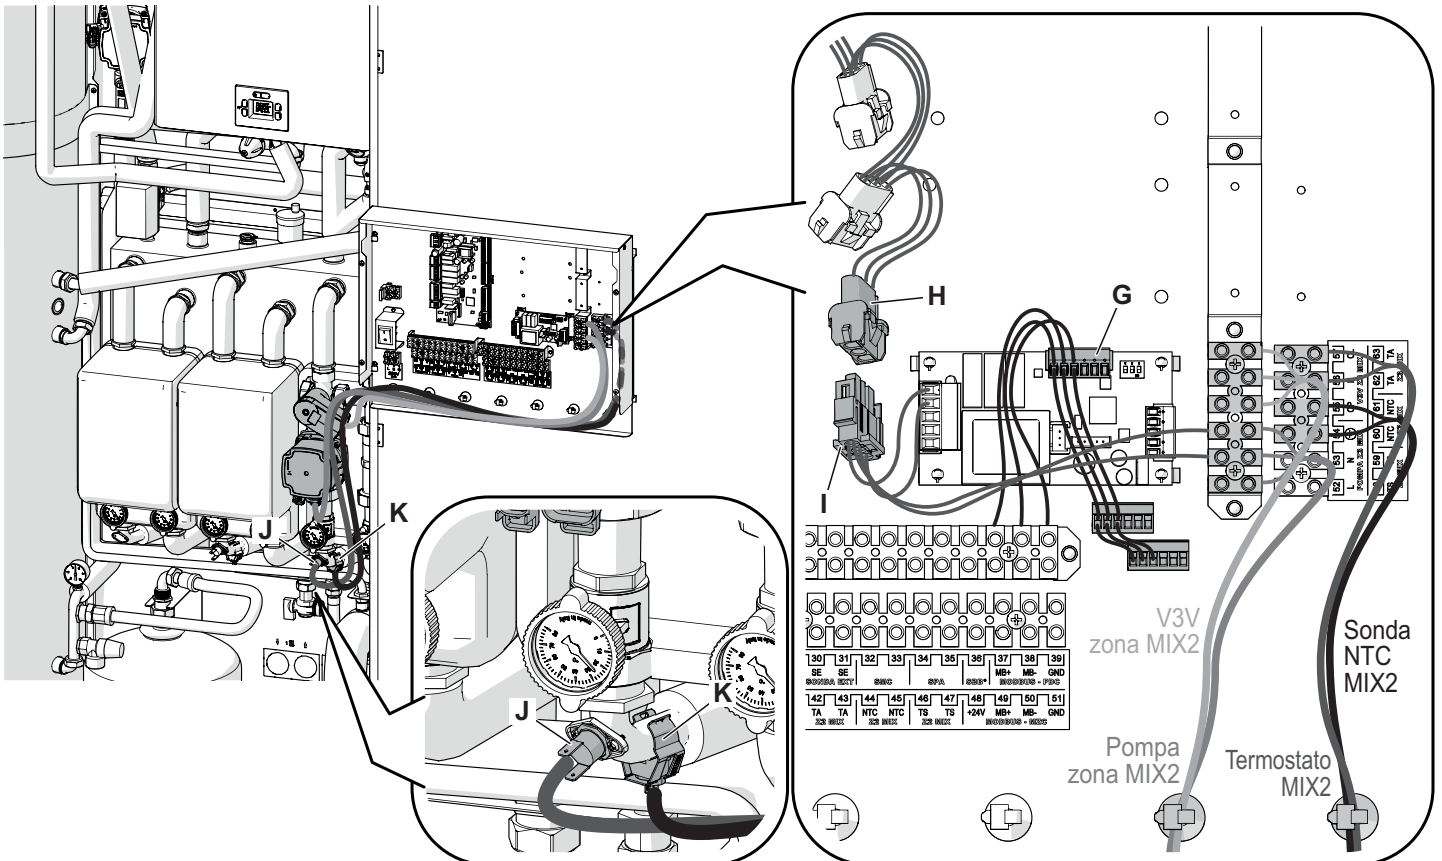

Figura 2.36
- Collegare uno dei terminali a 6 poli (G), presenti all'interno del quadro di sistema, alla scheda di controllo.
- Collegare uno dei connettori a 3 poli (H), presenti all'interno del quadro di sistema, al connettore a 3 poli (I) della scheda di controllo.
- Installare il termostato (J) e la sonda NTC (K) come indicato in Figura 2.36, tagliarli a misura e collegarli alle morsettiere. Bloccarli con l'apposita fascetta (Figura 2.36).